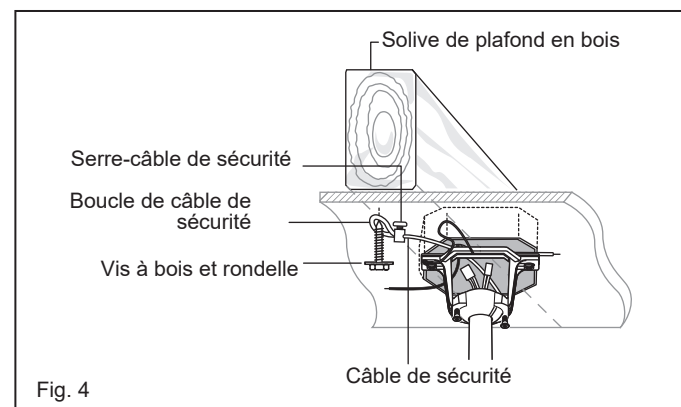

Fig. 4
**REMARQUE :** La languette opposée à l'ouverture du support de suspension doit s'insérer dans la fente de la boule. (Fig.4)
- 2 Connectez les fils noirs du commutateur dans le berceau A aux fils noirs dans le boîtier de commutation. Fil d'entrée chaud vers l'un des fils du commutateur du berceau. Le fil d'alimentation du ventilateur est connecté au fil de l'interrupteur restant. (Fig.4)
Un flux d'air VERS LE HAUT déplace l'air plus chaud hors de la zone du plafond, comme le montre la figure 4. Cela vous permet de régler votre unité de chauffage sur un réglage plus frais sans affecter votre confort.